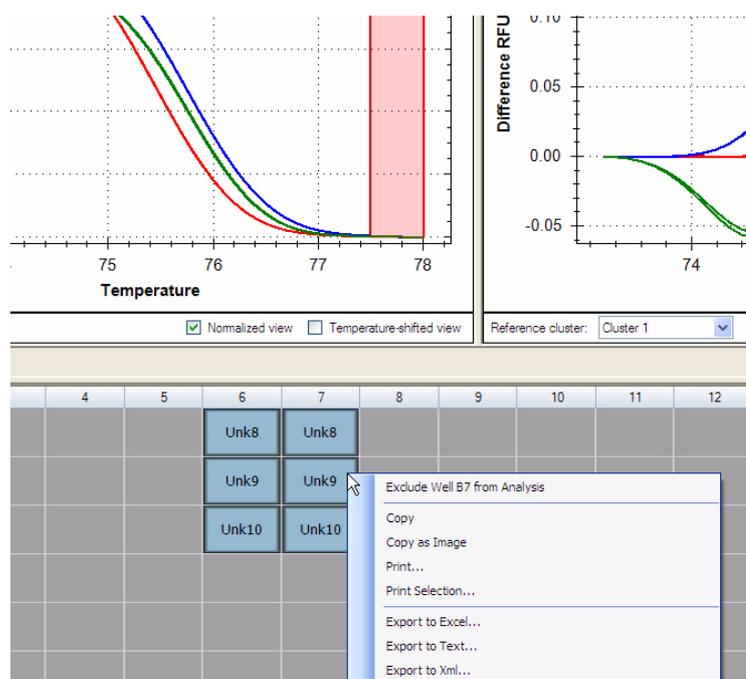

Рисунок 19. Исключение лунки из анализа с помощью щелчка правой клавишей мыши.
2. Выберите **Exclude Well B7 from Analysis** в опциях меню (Рисунок 19).